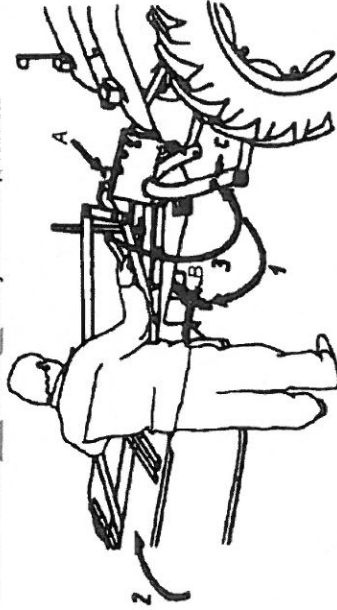

Рис. 10. Переключение косилки в транспортное положение
Регулировка высоты скашивания (рис. 10)
- 2) установить шарнирную балку и главную раму, повернуть перпендикулярно к оси трактора, выполняя для этого действия в определенной обратной той, которая указана в п. 0 и показана на Рис. 10;